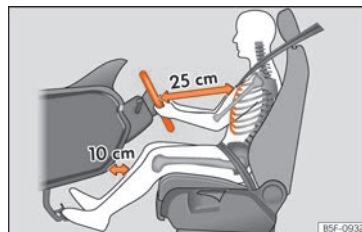

Abb. 85 Der richtige Abstand des Fahrers zum Lenkrad.
- Stellen Sie das Lenkrad so ein, dass der Abstand zwischen Lenkrad und Brustkorb mindestens 25 cm beträgt » **Abb. 85.**
- Stellen Sie den Fahrersitz in Längsrichtung so ein, dass Sie das Gas-, Brems- und Kupplungspedal mit leicht angewinkelten Beinen ganz durchtreten können » **Abb. 85.**
- Stellen Sie den Fahrersitz so ein, dass mindestens 25 cm Platz zwischen Ihrem Brustkorb und der Lenkradmitte ist » **Abb. 85.** Sitzen Sie näher als 25 cm, kann Sie das Airbag-System nicht richtig schützen.